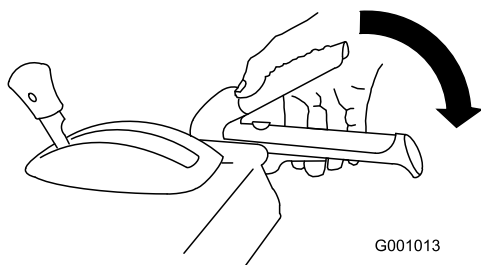

Figure 32
1. Pour engager la vis sans fin/turbine, serrez le levier droit (vis sans fin/turbine) contre la poignée (Figure 32).